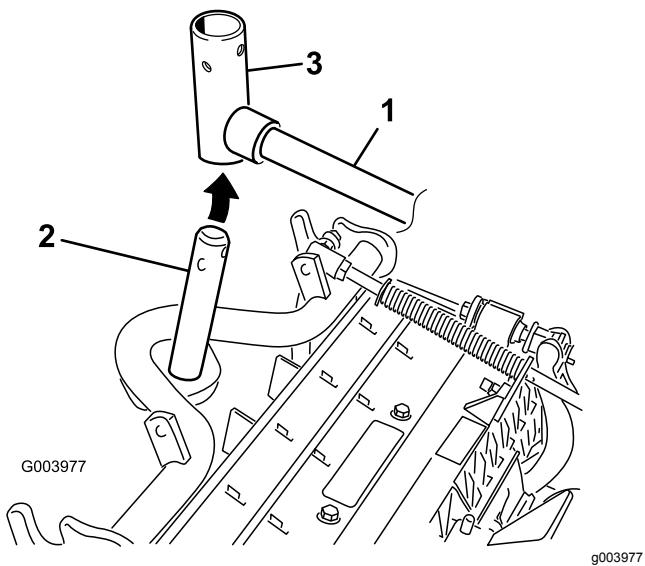

Figura 11
8. Per gli elementi di taglio anteriori, infilate un elemento di taglio sotto il braccio di sollevamento mentre inserite l'albero del telaio portante nella forcella del braccio di sollevamento (Figura 11).
B. Inserite la forcella del braccio di sollevamento nell'albero del telaio portante (Figura 11).